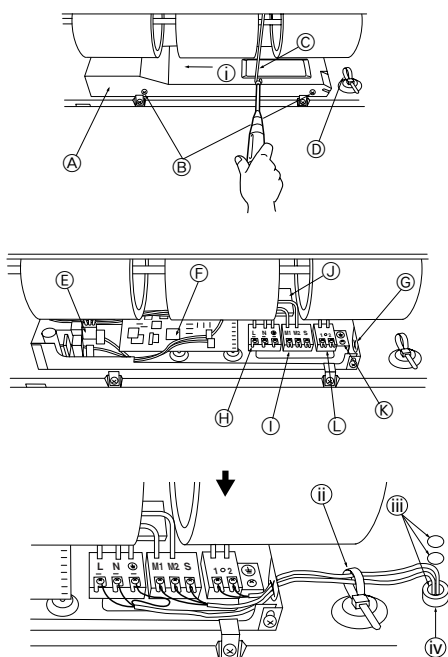

Fig. 6-1
6.1. Elektrische bedrading (Fig. 6-1)